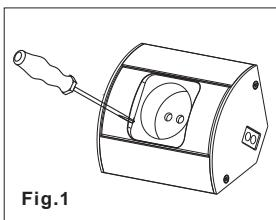

Fig.1
- Remove the grille levering with a screwdriver on the side buttonholes (fig. 1)
- Démonter la grille en faisant levier avec un tournevis sur les boutonnières latérales (fig. 1)